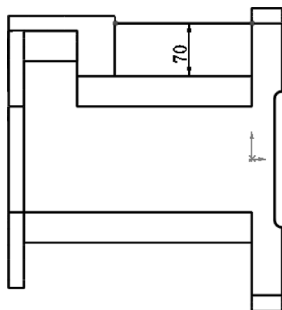

图9-87 绘制筋草图轮廓
**05** 绘制筋草图。选择菜单栏中的“工具”→“草图”绘制实体→“直线”命令, 或单击“草图”控制面板中的“直线”按钮, 绘制加强筋的草图轮廓, 并标注尺寸, 如图9-87所示。